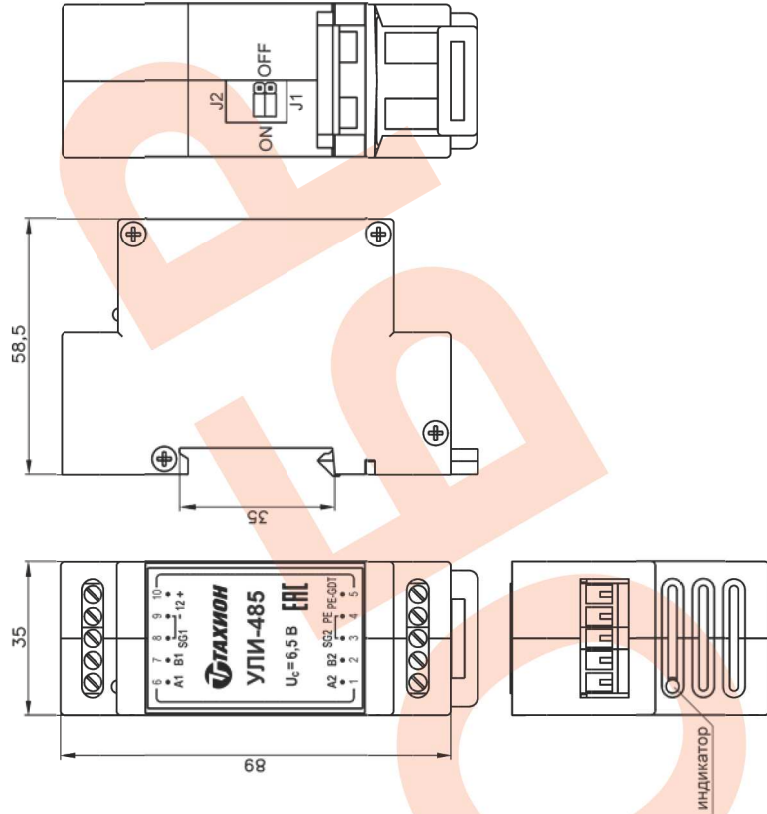

Рис.2
4. Габаритные и установочные размеры приведены на рис.2.
5. На торцевой поверхности УЛИ-485 со стороны «Линии 1» установлен индикатор красного цвета для визуального контроля работы УЛИ-485 и состояния линии связи (см. рис.2):